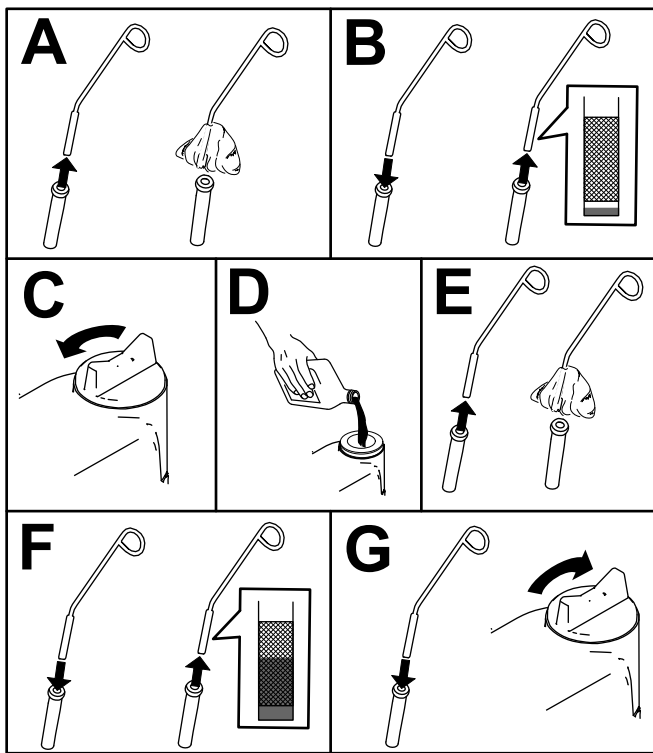

Figure 56
5. Contrôlez le niveau d'huile moteur et faites l'appoint au besoin (Figure 56).